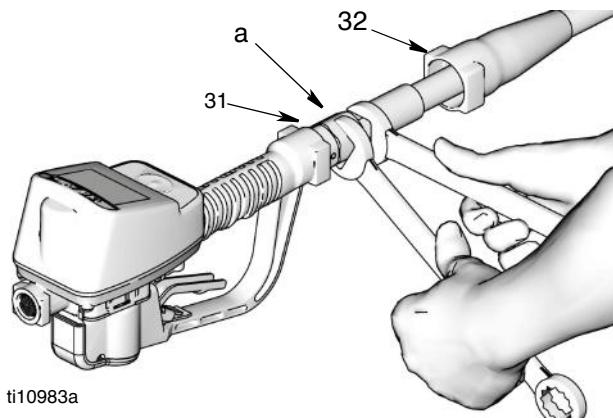

Рис. 17
## Установка расходомера (Рис. 17)
2. Переместите лоток вертлюга (32) назад к шлангу, чтобы получить доступ к в шарнирному фитингу (а).
3. Нанесите герметик на внешнюю резьбу шлангового фитинга. Накрутите шланговый фитинг на вертлюг расходомера (31). Надежно затяните двумя ключами (Рис. 17).